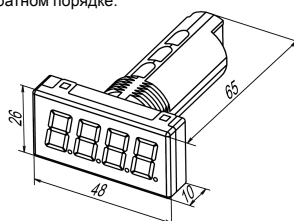

Рисунок 2 – Габаритные размеры корпуса Щ9
1. Подготовить в щите круглый монтажный вырез диаметром 22,5 мм (для предотвращения прокручивания прибора вырез следует выполнить сложной формы, см. рисунок 2).